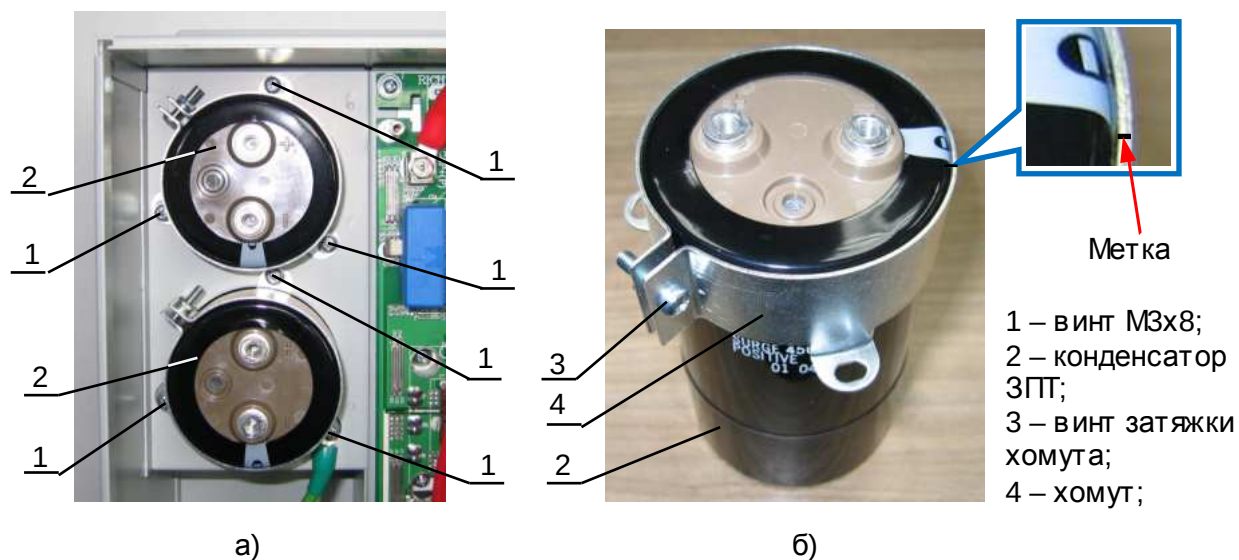

Рис.6.15
- 6.8.1. Выкрутить три винта (1) крепления конденсатора (2) (рис.6.15а). Положить винты в тару для крепежа. Извлечь конденсатор (2) из корпуса ПЧ. Поставить метку маркером (рис.6.15б) на торцевой поверхности хомута (4) по левой кромке белой полосы на корпусе конденсатора (2) (эта метка облегчит позиционирование конденсатора в процессе последующей сборки). Ослабить затяжку хомута (4), откручиванием винта (3). Снять хомут с конденсатора. Положить конденсатор и хомут в тару для составных частей.